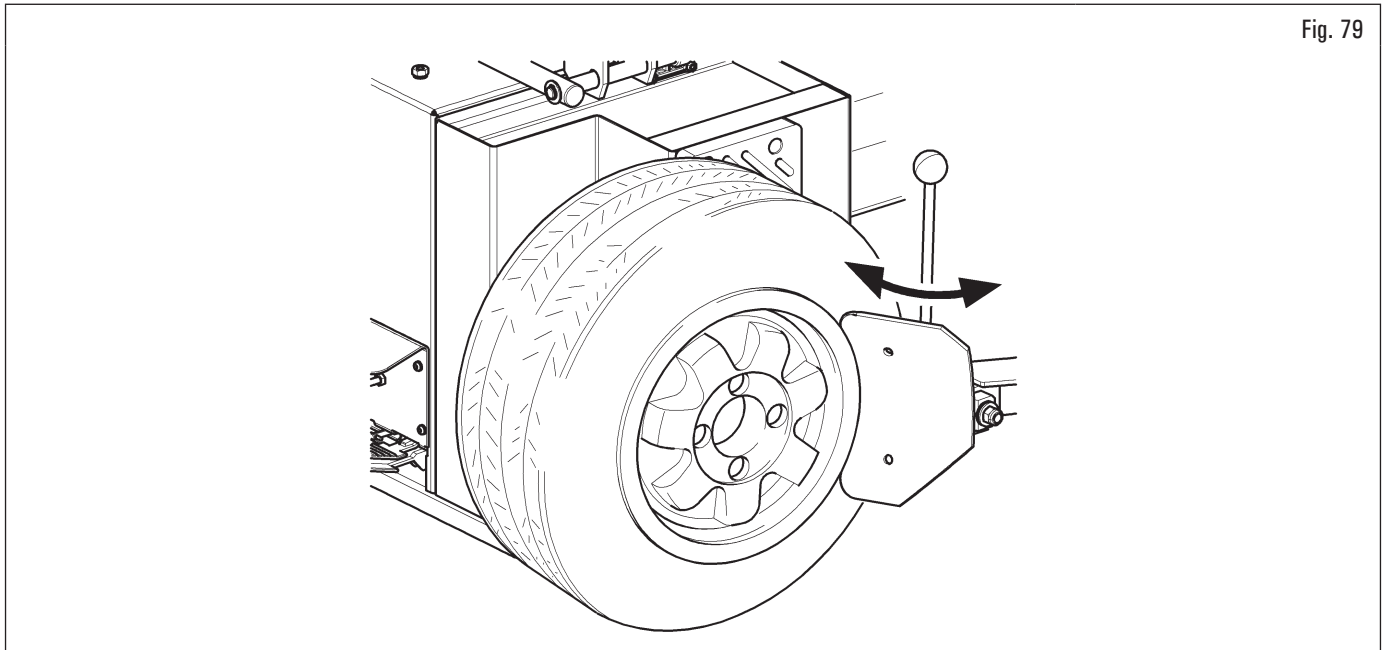

Fig. 79
1. coloque la rueda como indica la Fig. 79 y acerque la paleta de destalonador al borde de la llanta;